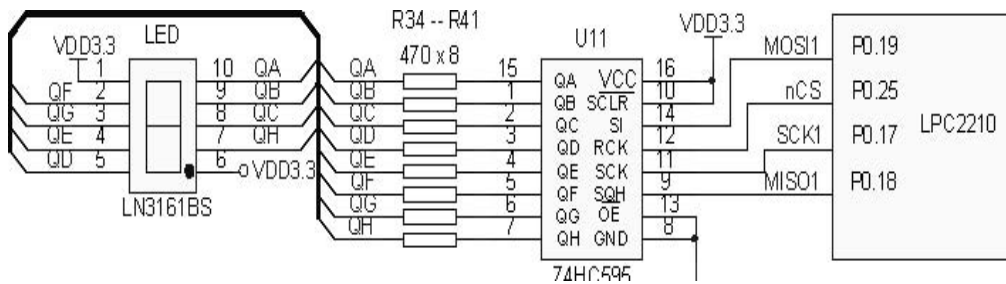

图 3.2 LED 显示SPI 接口板
(2) 用户可以按照原理图自己准备一个SPI 接口子板用于LED 实验。通过SPI 接口和LPC2210 相连接，见图 3.2。